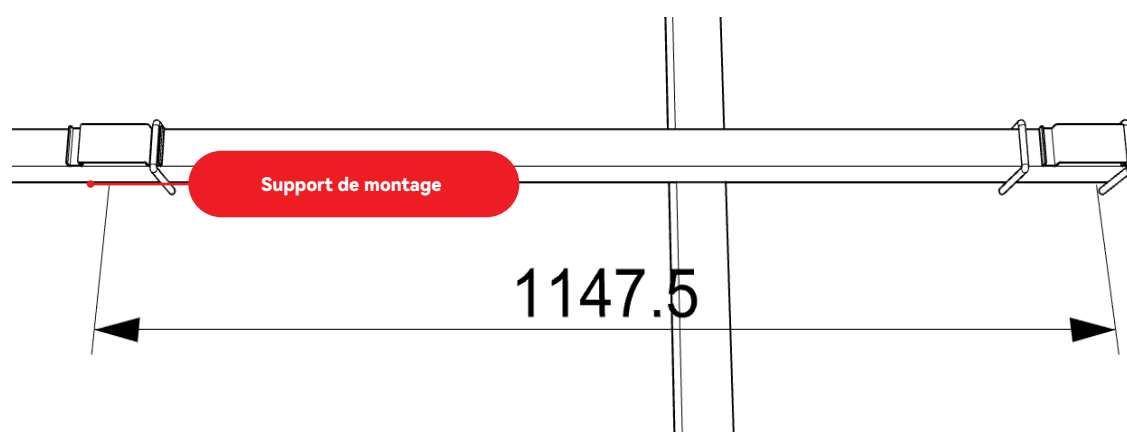

FIGURE 5
③ Placez l'autre côté du support de montage, les fixations inférieures, la distance entre les deux supports de montage est de 1147mm (Figure 5), les fixations inférieures sont situées entre les deux supports de montage.